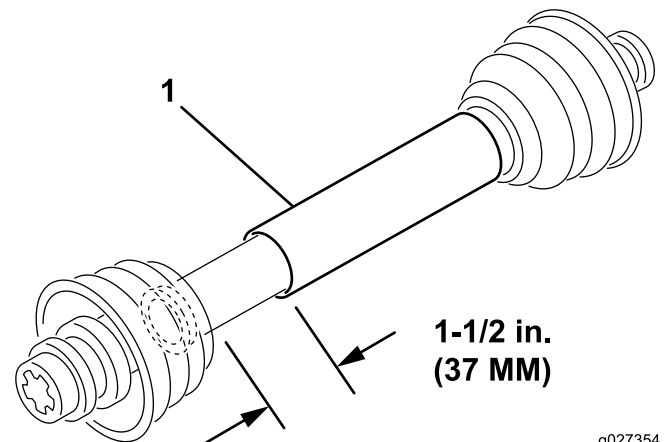

Figure 4
3. À la longueur la plus courte, il doit rester une distance de rétraction possible d'au moins 37 mm entre les 2 moitiés de l'arbre de PDF (Figure 4).